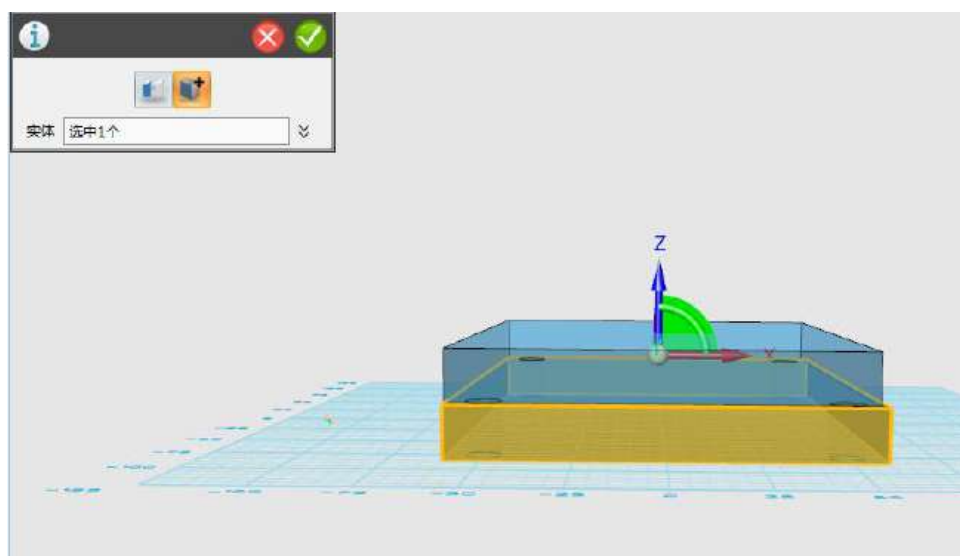

图 1-4
Step 4 选择基本编辑  中的  移动命令，并选择  动态移动模式下，改就 Z 轴的值，将床板位置置于四个圆柱之上，如下图 1-4 所示：